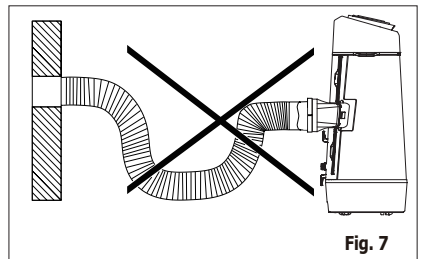

Fig. 7
- i** Luftkanalen kan forlenges fra opprinnelig 38 cm opp til 150 cm, men det er best å holde lengden så kort som mulig. Påse også at luftkanalen ikke har noen skarpe krumninger eller nedbøyninger. (Fig. 7)